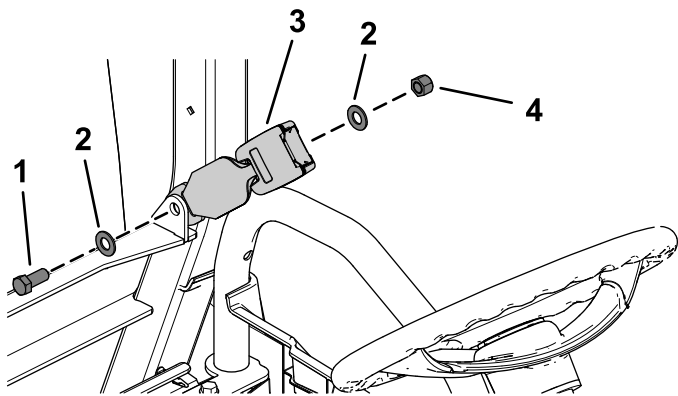

Bild 20
1. Befestigen Sie einen Sitzriegel mit einer Sechskantschraube (7/16" x 1"), zwei Flachscheiben (7/16") und einer Sicherungsmutter (7/16"), wie in Bild 20 abgebildet.